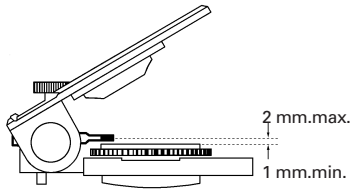

Fig. 2
- Régler la hauteur de la table afin que l'axe de la vis coïncide avec l'axe de la mèche de tournevis (Fig.2).
- Die Höhe des Drehtisches regulieren, damit die Schrauben-Achse mit der Achse der Schrauben zieher-Klinge übereinstimmt (Abb.2).
- Adjust table height so that axis of screw and blade coincide (Fig.2).
- Arreglar la altura de la mesa con la altura del tornillo de la pulsera (Fig.2).